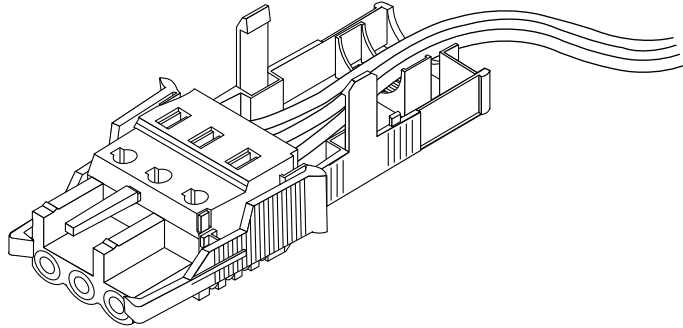

図 3-7 保護カバーの外への配線
2. 保護カバーの底部の端の開口部に、DC 電源からの 3 本の配線を通します (図 3-7 を参照)。